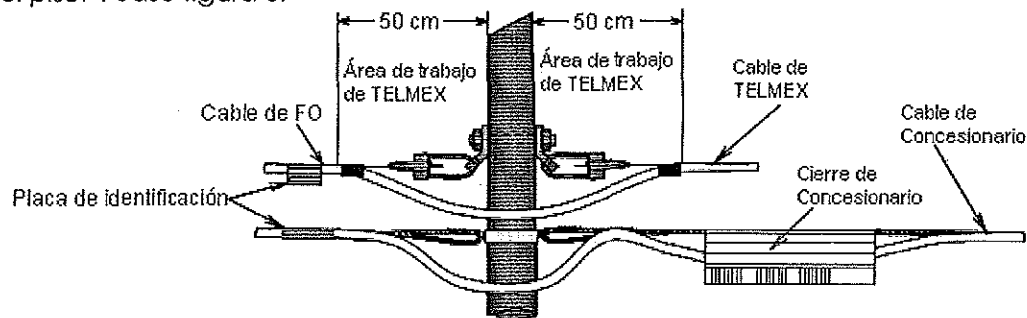

Figura 3. Cables de TELMEX y Concesionario solicitante en postes de TELMEX.
- Los cables de los concesionarios solicitantes deberán estar plenamente identificados con etiquetas y/o placas. La identificación de los cables, debe ser tal que sea observable desde el nivel del piso. Véase figura 3.